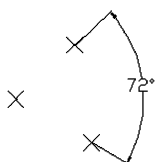

图 9-44 用“DIMANGULAR”命令
在此提示下给定尺寸线的位置, AutoCAD 根据给定的三点标注出角度, 如图 9-44 所示。另外, 用户还可以用“多行文字 (M)”选项、“文字 (T)”选项、“角度 (A)”选项或“象限点 (Q)”选项编辑尺寸文本和指定尺寸文本的倾斜角度。